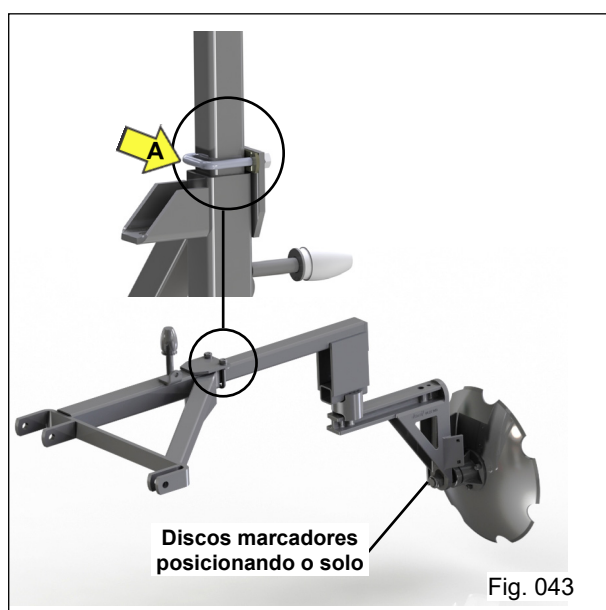

Fig. 043
- Solte os grampos de fixação "A" que prende o suplemento da haste do marcador ao conjunto do marcador, em seguida retire o conjunto do marcador do suplemento (Fig. 043);
- Posicione os conjuntos dos marcadores para o solo observando que o mesmo fiquem com os limpadores dos discos voltados para a posição de limpeza (Fig. 043);